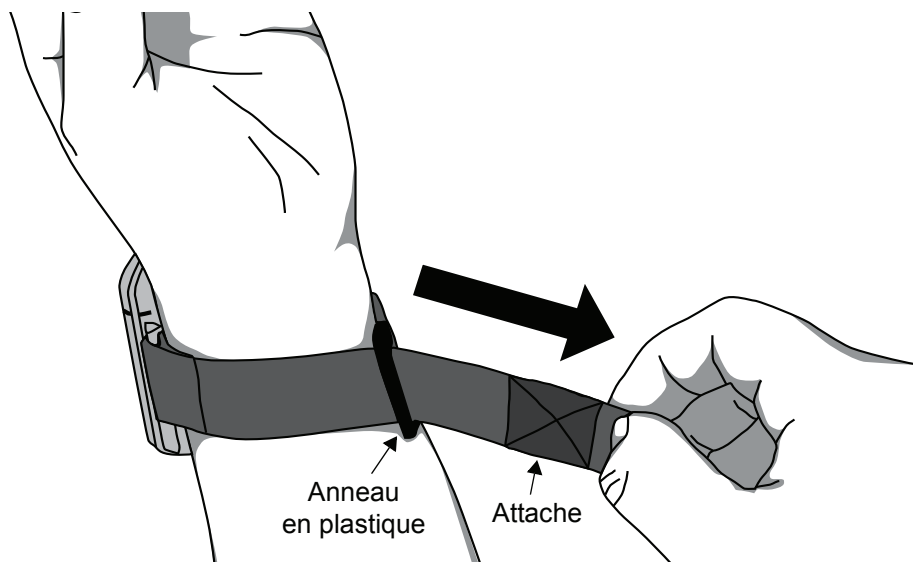

Figure 14: Insertion et serrage du bracelet à deux parties
3. Insérez le bout arrondi de la bande réglable dans l'anneau en plastique de la bande à anneau. Tirez sur la bande réglable jusqu'à ce que l'appareil s'ajuste confortablement sur le poignet (figure 14).